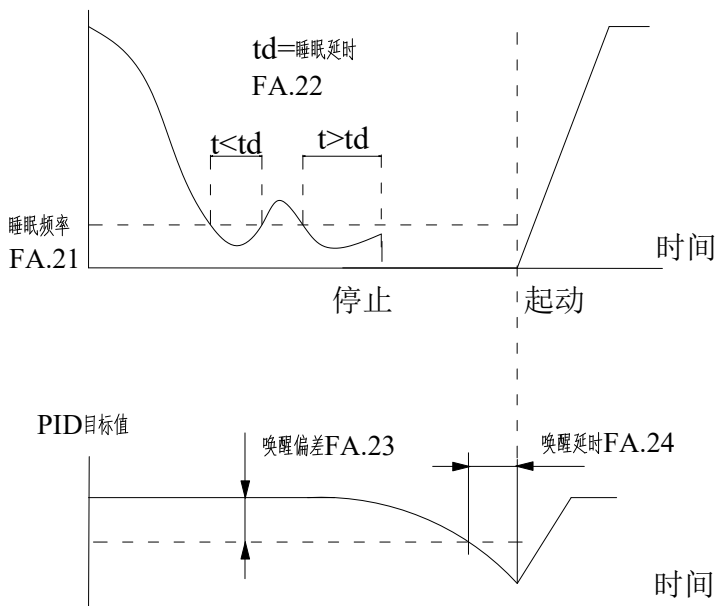

图 FA-1 PID 控制睡眠、唤醒示意图
- 1: 内部唤醒, 由 FA.18~FA.21 的值控制, 如图 FA-1 所示。